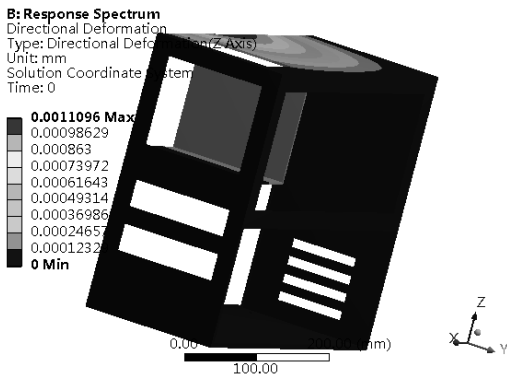

图 8-52 变形分析云图
Step6 : 如图 8-52 所示为 Z 方向变形分析云图。